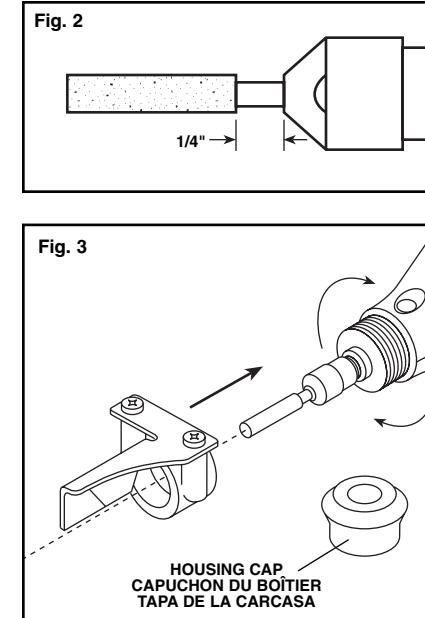

Fig. 2
2. Insert a new or newly dressed Dremel #932 Aluminum Oxide Grinding Stone all the way into the collet and tighten the collet nut. The bit must be inserted far enough into the collet so that the tip does not touch the attachment. See figure 2.
2. Insérez complètement dans le mandrin une pierre d'affûtage en oxyde d'aluminium Dremel #932 neuve ou récemment apprêtée. Resserrez le capuchon du boîtier. La mèche doit être insérée assez profondément dans le mandrin de façon à ce que le bout ne touche pas le dispositif. (Voir Fig. 2)
4. Securely mount the correct grinding stone in your tool with approximately 1/4" of the shank exposed between the chuck cap and the stone (Figure 2). Use the rotary tool wrench to securely tighten the chuck cap.
4. Montez fermement la meule appropriée sur votre outil en laissant environ 1/4 po de queue dépasser entre le capuchon du mandrin et la meule (Figure 2). Utilisez la clé de l'outil rotatif pour serrer fermement le capuchon du mandrin.